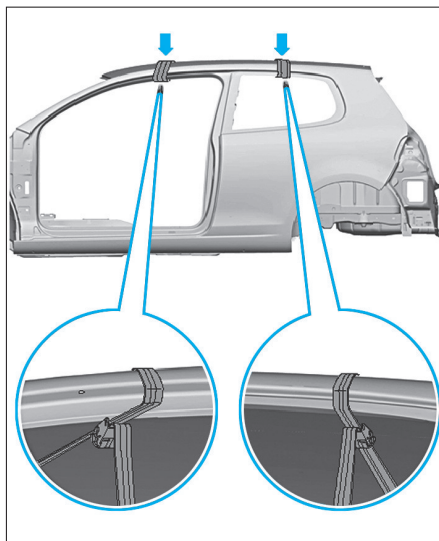

FIG. 108
• Tendre les sangles d'arrimage dans le sens transversal au-dessus du pavillon pour modifier la hauteur du pavillon dans les zones indiquées (Fig.108).
- Tendre les sangles d'arrimage dans le sens transversal au-dessus du pavillon pour modifier la hauteur du pavillon dans les zones indiquées (Fig.108).